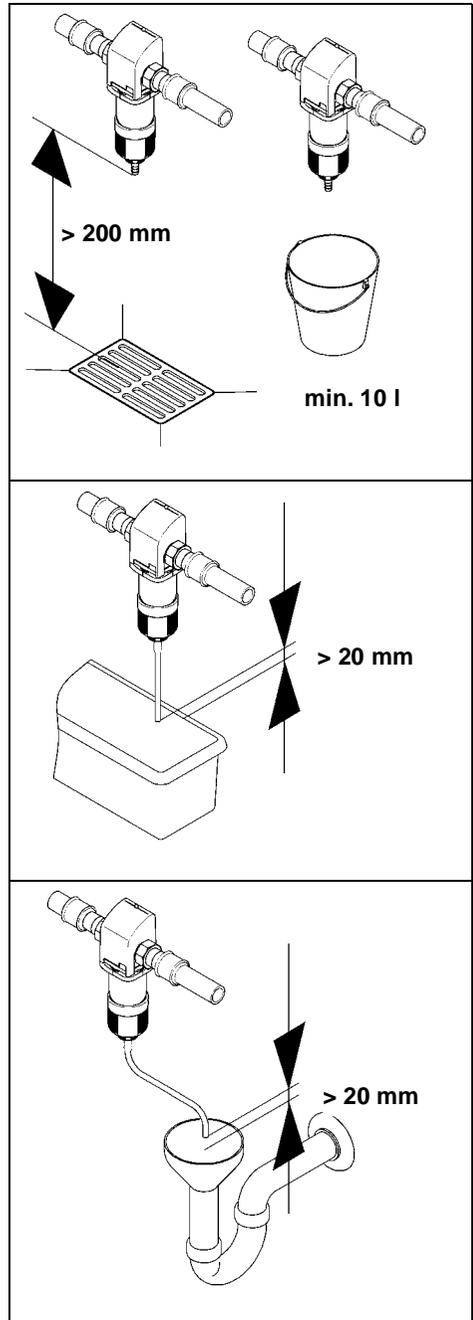

Abb. 5: Ableitmöglichkeiten
Für das Rückspülwasser muss ein ausreichend dimensionierter Abwasseranschluss (z. B. Bodenablauf) nach DIN 1986 vorhanden sein. Falls kein Abwasseranschluss vorliegt kann ein Eimer mit entsprechender Größe verwendet werden (siehe Abb. 5).
- Wenn der Eimer zur Hälfte gefüllt ist, muss der Rückspülvorgang beendet werden. Andernfalls besteht die Möglichkeit, dass der Eimer überläuft. Deshalb muss der Eimer ausreichend dimensioniert sein und die Rückspülung sollte zügig durchgeführt werden (siehe Abb. 5).